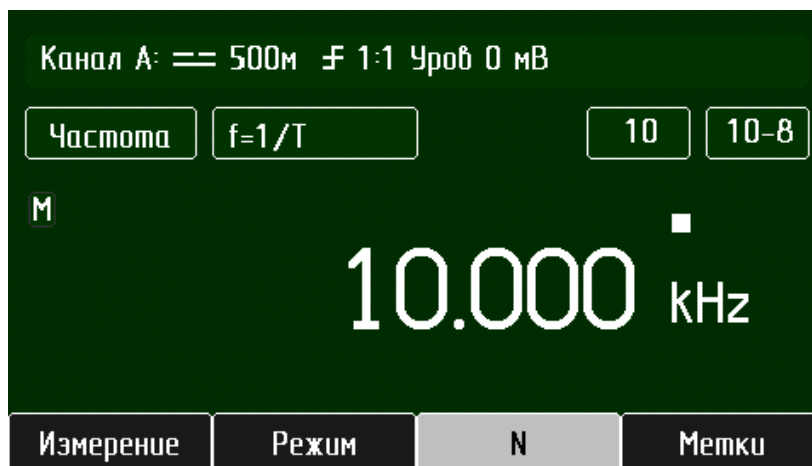

Рисунок 3.21 – Вид экрана для режима " $f = 1/T$ "
- **"Режим"** - режим измерения **" $f = 1/T$ "** (рисунок 3.21);